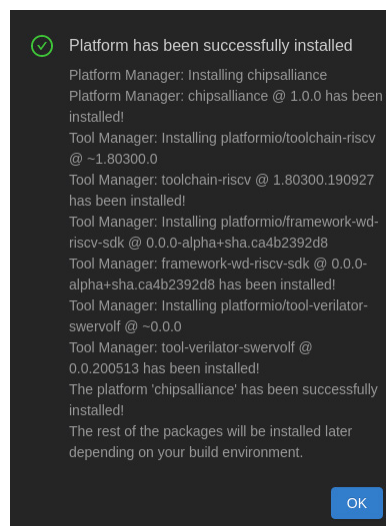

图43. CHIPS Alliance平台安装成功
- 安装完成后，将显示已安装工具的汇总信息，如图43所示。单击  以关闭相应窗口。